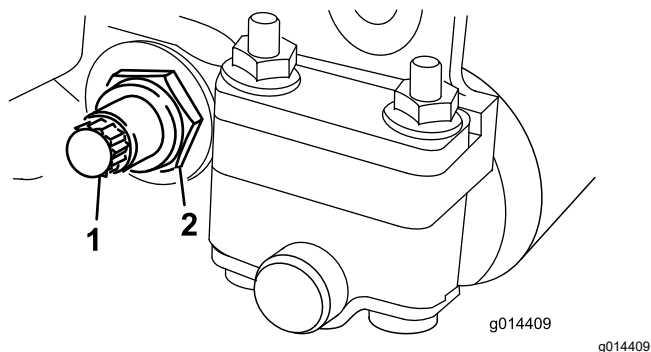

Figure 18
- De chaque côté de la machine, desserrez le contre-écrou de fixation du boulon de la barre d'appui (**Figure 18**).
- Retirez les boulons de la barre d'appui afin de pouvoir abaisser la barre et la déposer de l'unité de coupe (**Figure 18**).